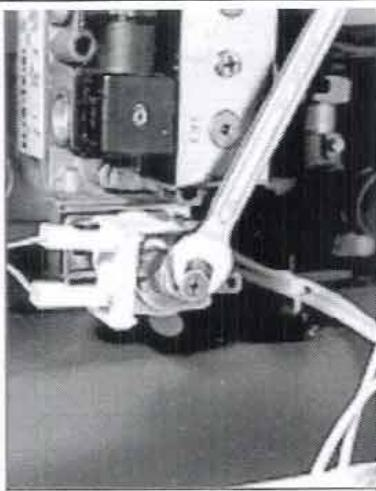

Fig. 33. Maksimum reguleres ved at dreje på omløberen.
10. Indstil rørstudens messingskrue med 10 mm fastnøgle (gasarmaturet fig. 33) for "maksimum" ydelse efter tabellen for dystryk pkt 7.5, side 36.